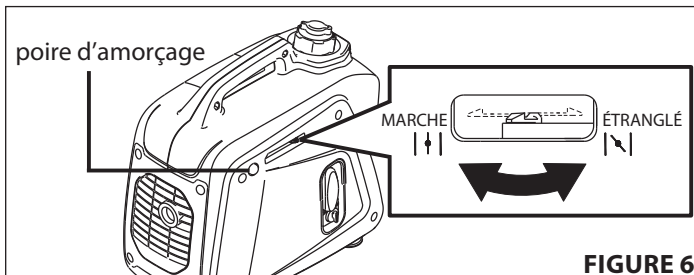

FIGURE 6
4. Enfoncer la poire d'amorçage six fois avec le volet de départ en position **Marche**. **VOIR FIGURE 6**
5. Placer le levier du volet de départ en position **Étranglé**. **VOIR FIGURE 6**
8. Ramener le levier du volet de départ en position **Marche**. **VOIR FIGURE 6**